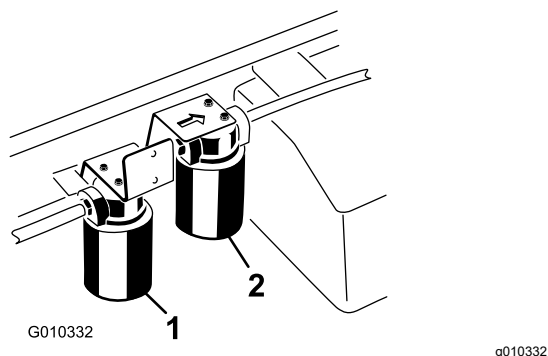

Figura 72
3. Coloque un recipiente debajo del filtro y retire el filtro (Figura 72).
1. Limpie la zona de montaje del filtro hidráulico de alto caudal (Figura 72).